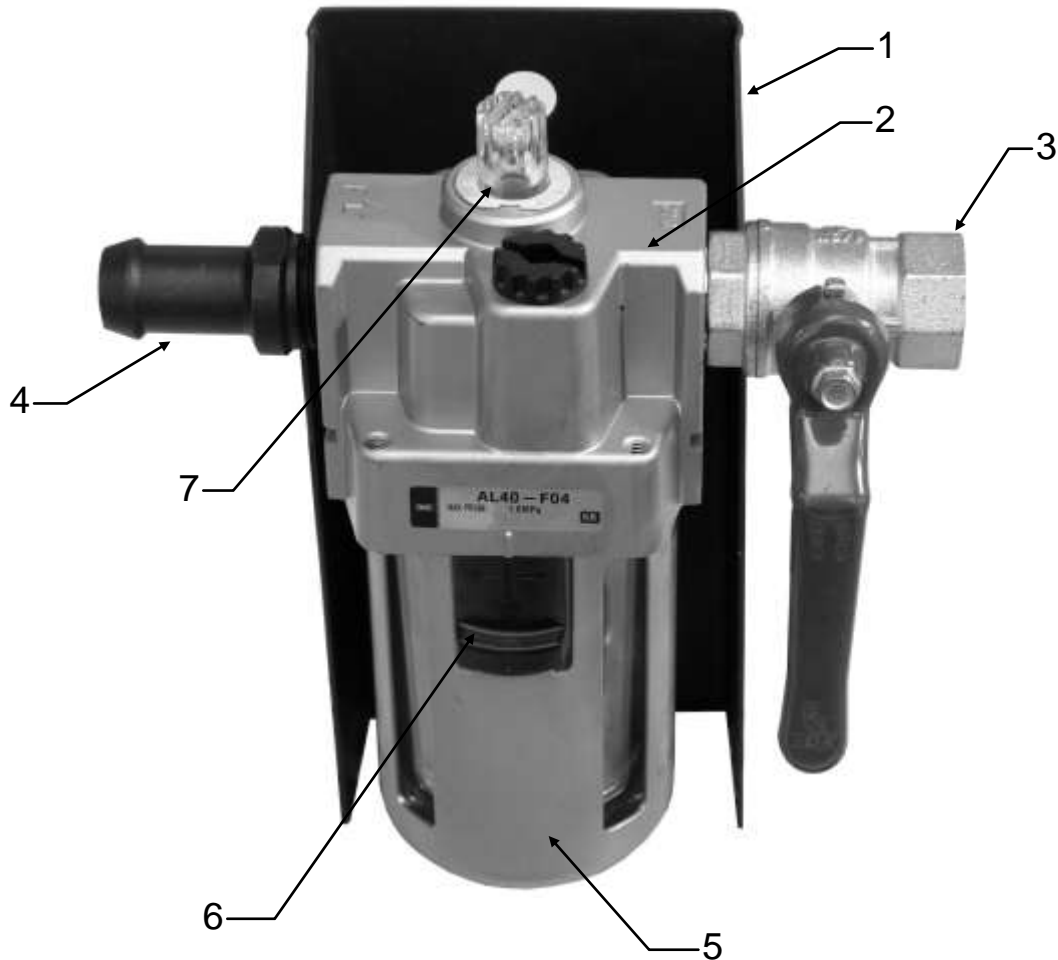

Рис. 2
Маслораспылитель (рис. 2) чертеж № СТОК51.01-00 СБ предназначен для подачи распыленного в воздухе масла в пневматический двигатель устройства.
3.1.1. Установить маслораспылитель вертикально колбой вниз в непосредственной близости от рабочего места, используя для этого отверстие в кронштейне 1 (рис. 2).
3.1.4. Отсоединить резервуар 5 (рис. 2) маслораспылителя, для чего отвести клавишу 6 до упора и, развернув резервуар на 45°, снять его вниз.
5.4. Включить пневматический двигатель поворотом рукоятки шарового крана 3 на маслораспылителе (рис. 2).
5.5. По окончании процесса очистки трубы устройство извлекается за резинометаллический рукав до выхода корпуса пневматического двигателя из трубы, после чего отключается подача воздуха шаровым краном 3 (рис. 2).